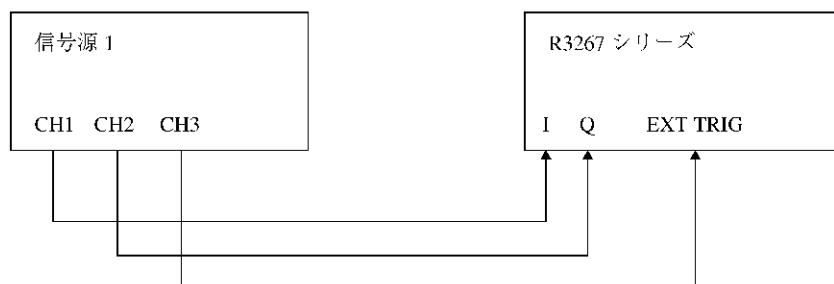

図 6-7 Baseband 信号測定接続図 (Reverse Link)
1. R3267 シリーズと信号源を図 6-7 のように接続します。